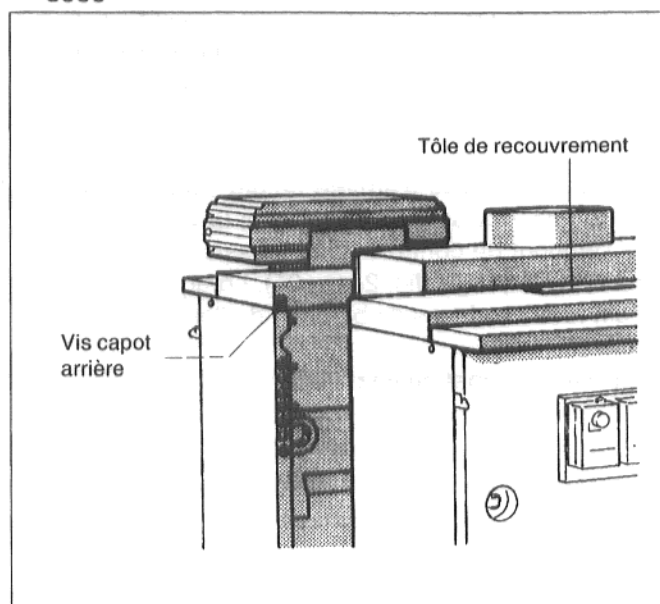

Fig. 22 : Tôle de recouvrement G324 XD
Poser la tôle de recouvrement sur chaque capot arrière de la chaudière et la fixer en pliant les bandes en tôles (fig. 22).
- Poser le capot arrière de la chaudière et le visser par l'arrière à l'aide des deux vis de fixation (fig. 22).